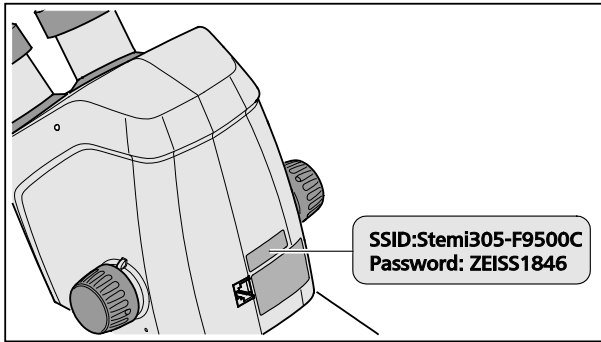

Figura 7 Adesivo no lado traseiro do equipamento
- O adesivo no lado traseiro do corpo de microscópio (Figura 7) mostra o distintivo WLAN (SSID) ajustado em fábrica e o código de acesso WLAN do equipamento. O distintivo SSID e a senha WLAN poderão ser modificados posteriormente da parte do usuário, através de um site Web de configuração WLAN.